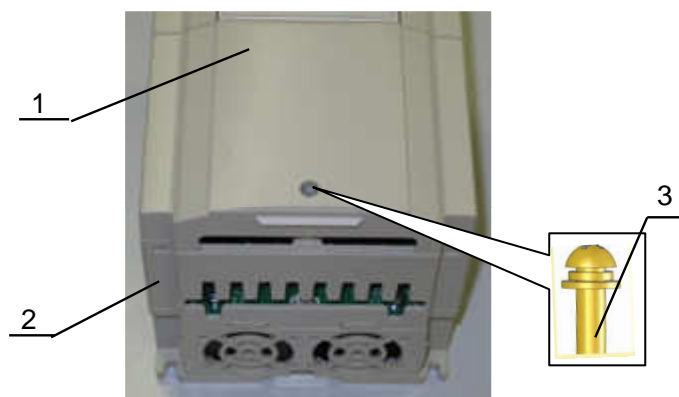

Рис.7.19
7.8.3. Установить верхнюю крышку 1, при этом фиксаторы с двух сторон крышки должны войти в отверстия в средней части корпуса 2, закрепить крышку винтом 3 (рис. 7.19).